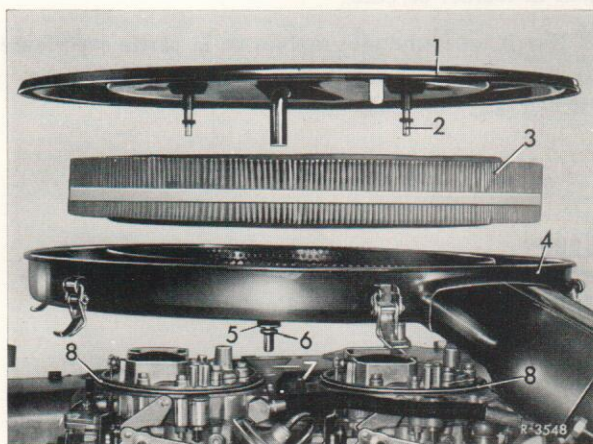

Fig. 09-1/3
2 Dévisser les vis de fixation (2) et déposer le filtre à air (fig. 09-1/3).